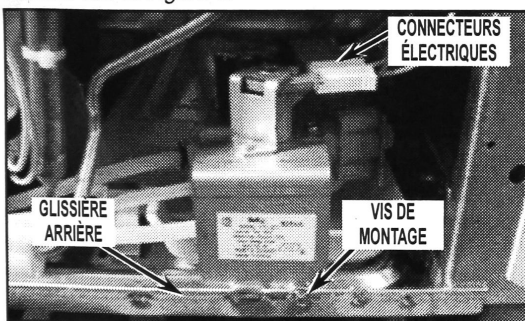

FIGURE 1
4. Ôter la vis de montage fixant la vanne pour l'eau à la glissière arrière. Voir la Figure 1.
5. Déconnecter les connecteurs électriques. Voir la Figure 1.